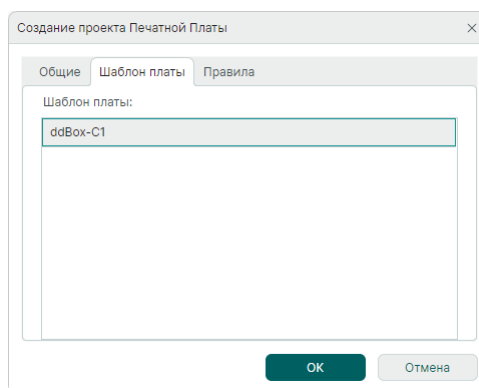

Рис. 25 Выбор шаблона платы из стандартов
7. Перейдите на вкладку «Шаблон платы» и выберите, на основе какого шаблона из стандартов будет создан проект, Рис. 25.